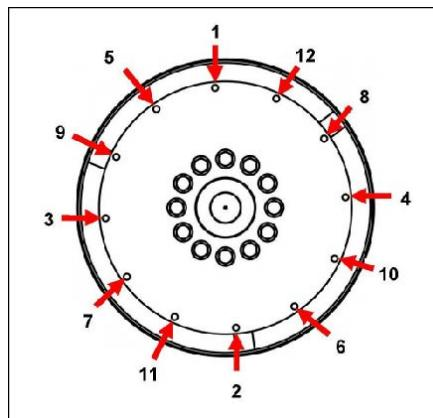

图 18. 固定顺序
10. 拆下校准销。使用头下方的大尺寸垫圈，安装耦合螺栓。拧紧螺栓以将耦合盘固定到飞轮上，如图 18 在第 xx 页 33 所示。